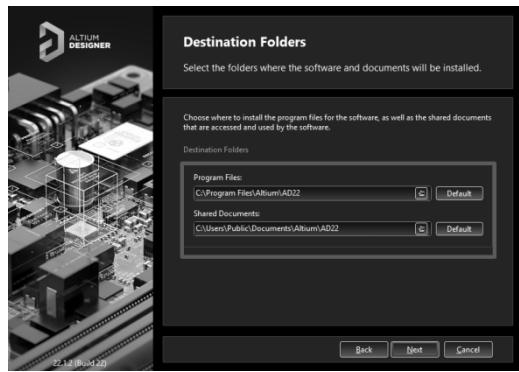

图 2-4 选择安装路径对话框
(4) 继续单击安装功能选择对话框中的“Next”按钮，显示如图 2-4 所示的选择安装路径对话框，选择安装路径和共享文件路径。推荐使用默认设置的路径。